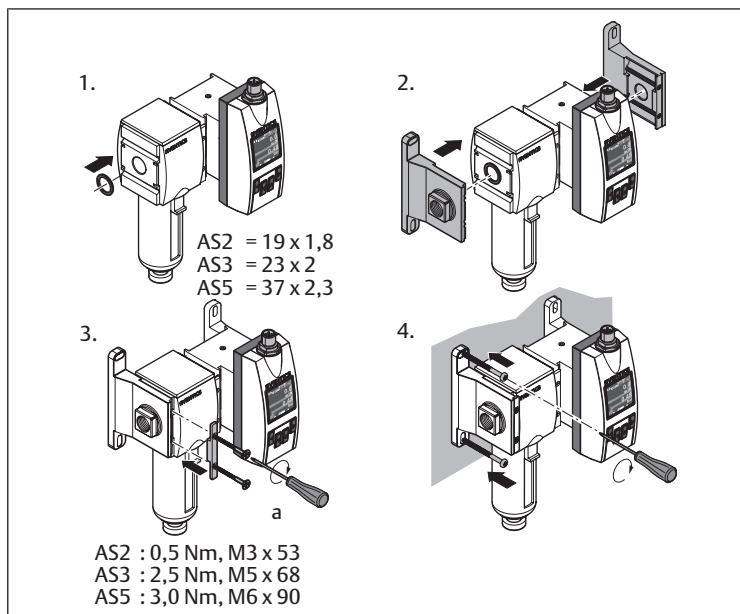

Fig. 7: Montage avec kit de montage en batterie | W05
- Montage avec kit de montage en batterie (sans unité de traitement de l'air) : voir → Fig. 7.